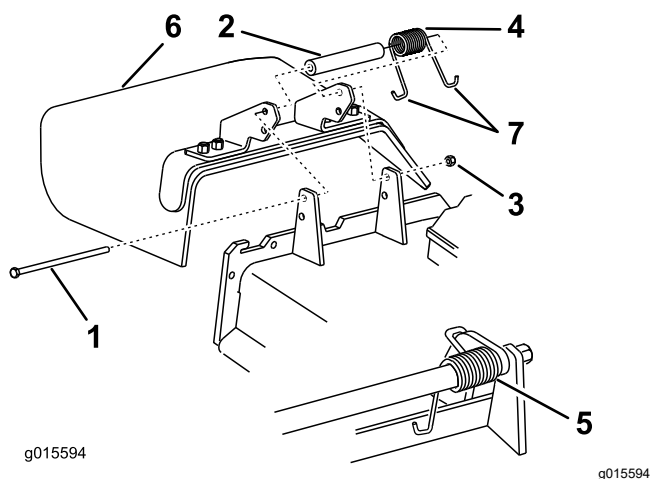

Figura 25
4. Togliete il dado di bloccaggio, il bullone, la molla e il distanziale che fissano il deflettore alle staffe orientabili del tosaerba (Figura 25).
5. Rimuovete il deflettore dell'erba (Figura 25).